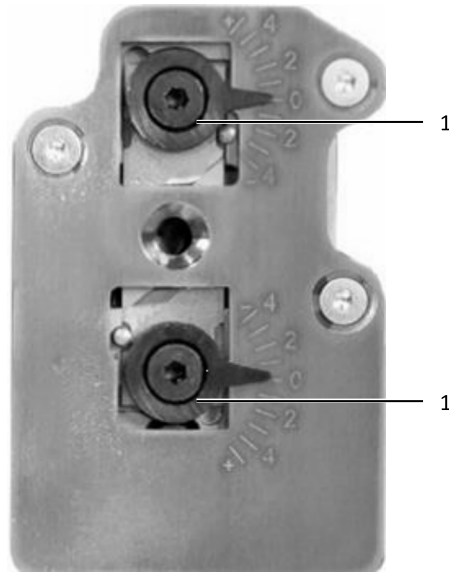

Abb. 13: Abisoliereinheit
- Lösen Sie beide Exzenterschrauben (Abb. 13, Pos. 1) (Innensechskantschlüssel 2,5 mm).